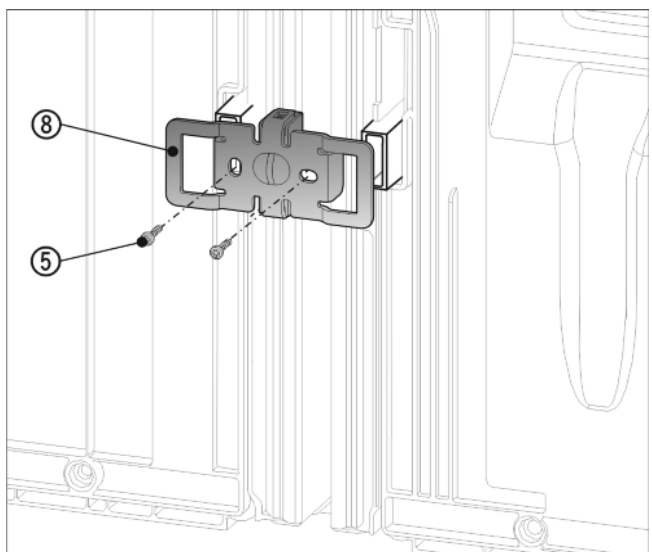

Fig. 12
- ▶ Вкарайте отново ъгъла Fig. 12 (8) с прорезите върху държачите за детайлите за отстояние от стената.
- ▶ Завинтете с 2 винта Fig. 12 (5).